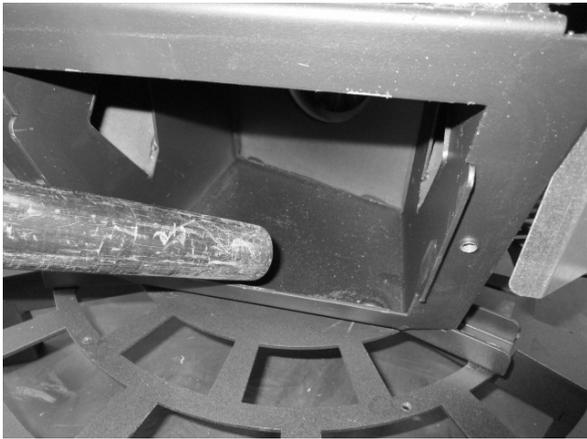

Fig. 39 - Aspirar as cinzas
- Aspirar o compartimento de recuperação de cinzas (ver **Fig. 39**).